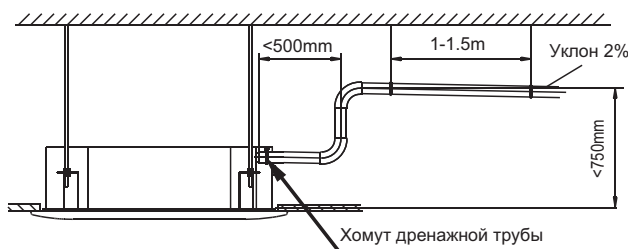

Рис. 7-8
- Установите сифон как показано на рис. 7-8.